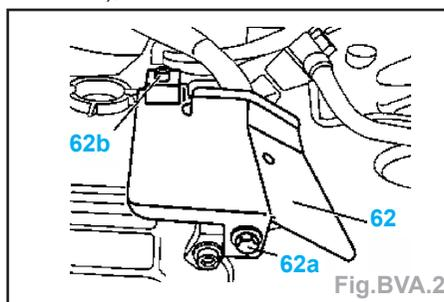

Fig.BVA.2
- Décrocher la tringle de sélection (63) sur la commande au plancher.
- enlever l'écran thermique (62) (Fig. BVA.2),